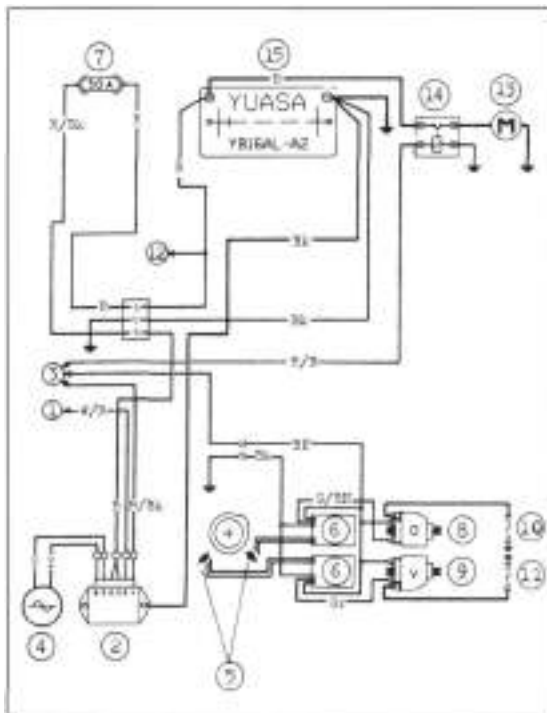

Bild 78
5.2 Prüfen und Vermessen – Bild 78